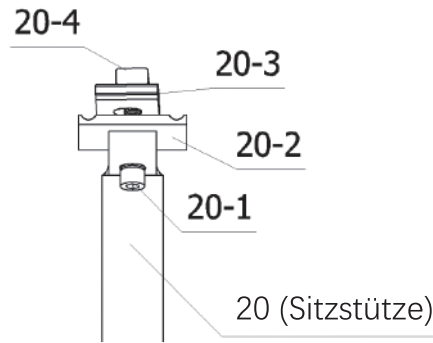
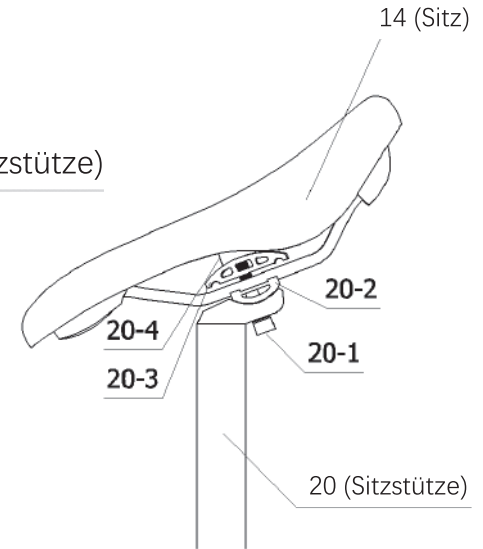

Abb. 23-2
Abb. 23-3
b. Drehen Sie die obere Abdeckung (Teil 20-3 und Teil 20-4) um 90°, wie in Abb. 23-2 gezeigt, und setzen Sie dann die Führungsschiene des Sattels in die Rille des Sattelrohrs ein, wie in Abb. 23-3 gezeigt.